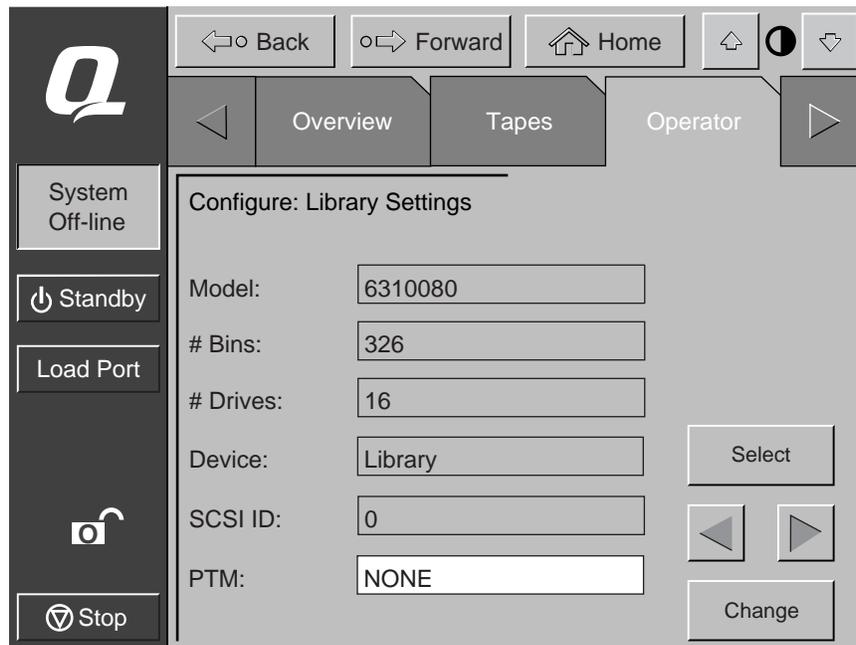

Figura 3-2. Schermata di selezione PTM (in figura è mostrato il modello ESL9326)
2. Passare al campo PTM della schermata e impostare None (Nessuno), Left (Sinistra), Right (Destra) oppure Both (Entrambi) (vedere la Figura 3-2).